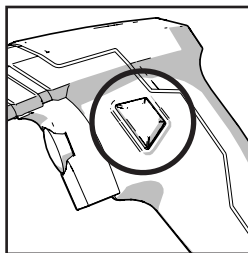

Fig. 6
- Mantenga presionado el interruptor de bloqueo. (Fig. 6)